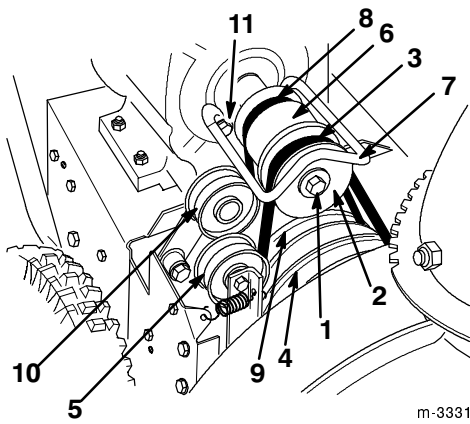

**Figure 23**
- Desserrez le bras de frein de tarière. Pour ce faire, desserrez la vis arrière et retirez la vis avant (Fig. 23).
- Retirez le ressort de la poulie folle (Fig. 23), et laissez le bras de frein pendre librement mais hors du chemin.
3. Desserrez le bras de frein de tarière. Pour ce faire, desserrez la vis arrière et retirez la vis avant qui fixent l'ensemble de bras de frein au châssis (Fig. 23).
4. Retirez le ressort de la poulie folle (Fig. 23), et laissez le bras de frein pendre librement mais hors du chemin.